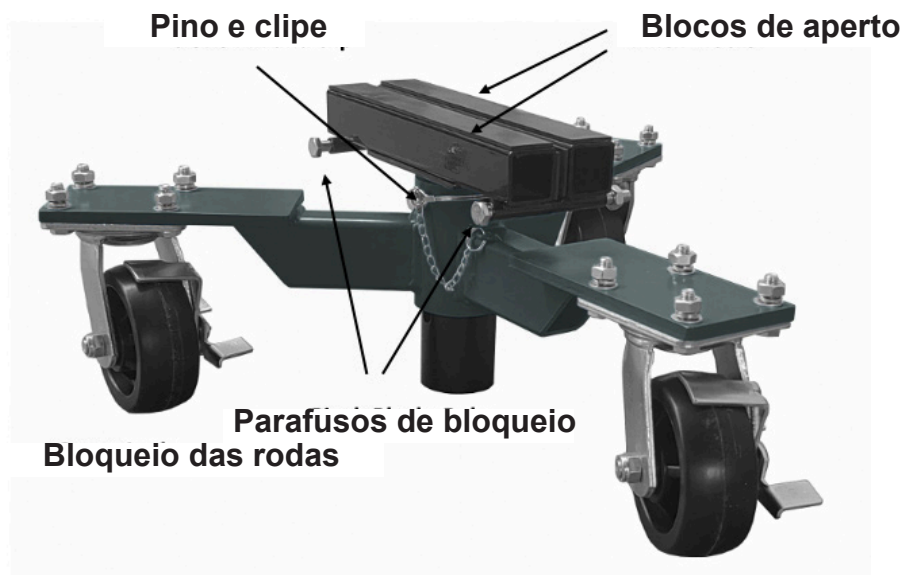

fig.1
- Fixe totalmente os rodízios giratórios de bloqueio “5” [C] às bases do carrinho de soldadura por pressão com o pino de fixação de bloqueio de arame acorrentado [A] utilizando os parafusos M8x30 incluídos com anilha, anilha de bloqueio, porca [D] (FIG 1).
- Baixe os postes de soldadura por pressão com as ferragens e as tiras de borracha instaladas nas bases. Bloqueie no lugar inserindo o pino de fixação através dos orifícios da base e da coluna. Fixe o pino de fixação com o grampo integral (FIG 1).
- Verifique se os parafusos dos blocos de aperto (FIG. 1) estão desapertados e se os blocos estão suficientemente largos para as soldaduras de aperto do veículo.
- Baixar lentamente o veículo sobre os carros. Se as soldaduras de aperto estiverem completamente assentes nos blocos e todos os rodízios estiverem a tocar no chão (FIG 2), pode apertar os parafusos do bloco de aperto (FIG 1) para os fixar nas soldaduras de aperto.